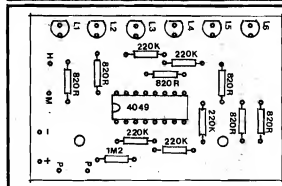

Fig.3
- FIG. 3 - CHAPEADO DA MONTAGEM - A placa, agora, é vista pelo seu lado **não** cobreado, já com todas as peças principais inseridas... Atenção aos seguintes
das suas posições originais sobre a placa (rever fig. 3) "casará" bem com o display externo, bastando fazer, na tampa da caixa, os furinhos nas convenientes localizações, passando por eles as "ca-beças" dos LEDs... Numa das laterais pode ficar o knob do potenciômetro de sensibilidade, enquanto que numa das laterais menores do **container** pode ser feito um furo para passagem dos cabos que vão aos anéis sensores (não esquecer de dar um bom comprimento aos fios, para que o teste não fique desconfortável aos osculadores...).